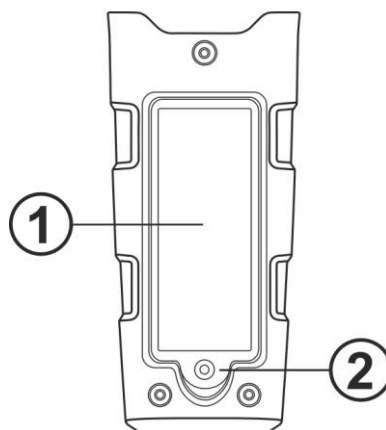

Fig. 4: Sustitución pilas
2. Desatornille el tornillo de fijación (vea la Fig. 4 – parte 2) de la tapa del hueco de las pilas (vea la Fig. 4 – parte 1) y extraiga las pilas